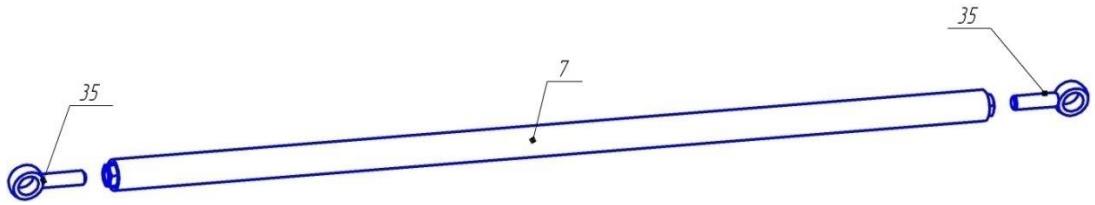

Рис.11 Схема сборки тяги .
9. Собрать дет. поз.7 (Тяга) 2шт., завернув дет. поз.35 (наконечник шарнирный М12) в вваренные гайки в торцах дет. поз.7. Схему сборки см. рис.11.